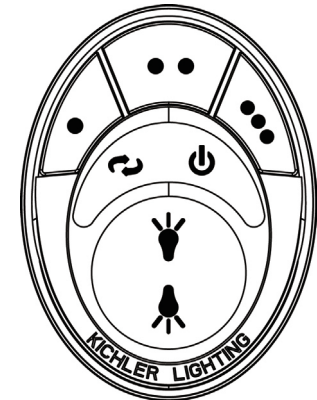

Figura 31
Paso 5. Los botones controlan la velocidad y la luz del ventilador de la siguiente manera: (Figura 31)